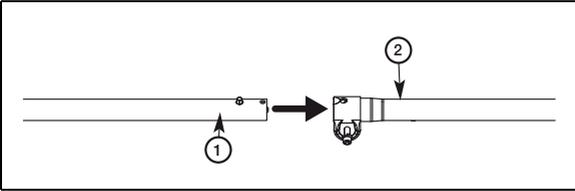

Fig. 3a
**Descrição das peças – Fig. 3a-3b
**Descripción de las partes – Fig. 3a a 3b
**Description of the parts – Figs. 3a-3b
**Description des pièces, Fig. 3a-3b
**Beschreibung der Teile – Abb. 3a-3b
**Descrizione delle parti – Fig. 3a-3b